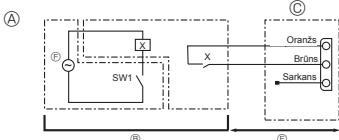

Fig. 10-1
10.1. Zema trošķa līmena režīms (modifikācija objektā) (Fig. 10-1)